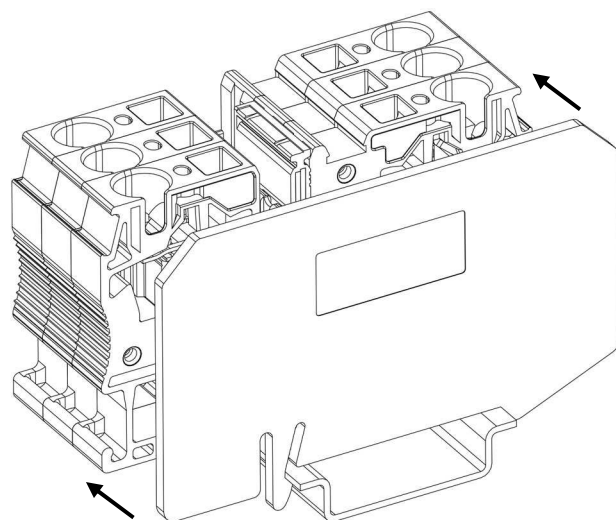

Рисунок 21 - сборка клемм с перемычкой с удаленными крайними полюсами
- При использовании перемычек с удаленными крайними полюсами **необходимо** использовать концевую крышку или разделительную пластину (рис. 21).